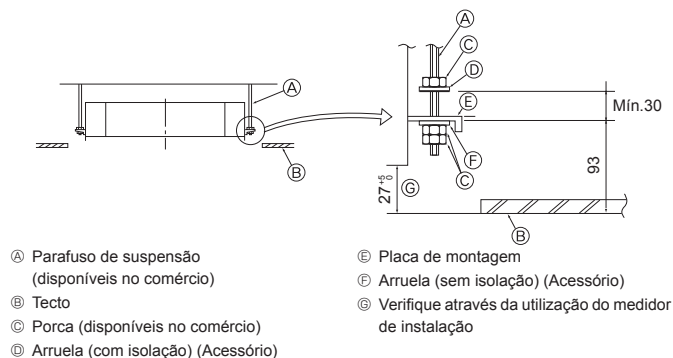

Fig. 2-5
2.5. Processos de suspensão da unidade (Fig. 2-5)